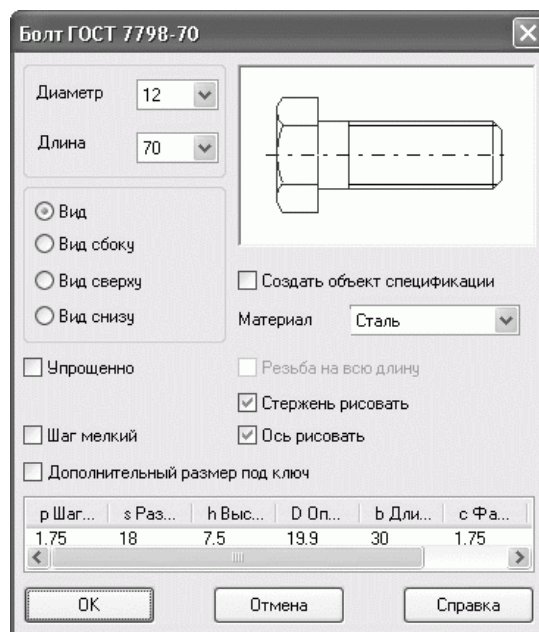

Рис. 2.104. Параметры создаваемого болта
5. Теперь необходимо добавить рисунок головки фиксирующего винта. Его изображение, как и рисунки других стандартизованных крепежных элементов, содержится в конструкторской библиотеке системы КОМПАС-График. Откройте Менеджер библиотек, выберите папку Машиностроение и запустите находящуюся в ней конструкторскую библиотеку. Перейдите в раздел БОЛТЫ > БОЛТЫ НОРМАЛЬНЫЕ и дважды щелкните на строке Болт ГОСТ 7798—70. Появится диалоговое окно настройки параметров библиотечного элемента. Из раскрывающегося списка Диаметр выберите значение 12 (напомню, что это диаметр фиксирующих крышку винтов), установите переключатель в положение Вид сверху и снимите флажок Ось рисовать (рис. 2.104). После этого нажмите кнопку ОК и вставьте изображение головки винта в точку пересечения вертикальной осевой крышки ведомого вала и осевой линии, обозначающей окружность размещения винтов. После фиксации точки вставки поверните изображение на 90°.